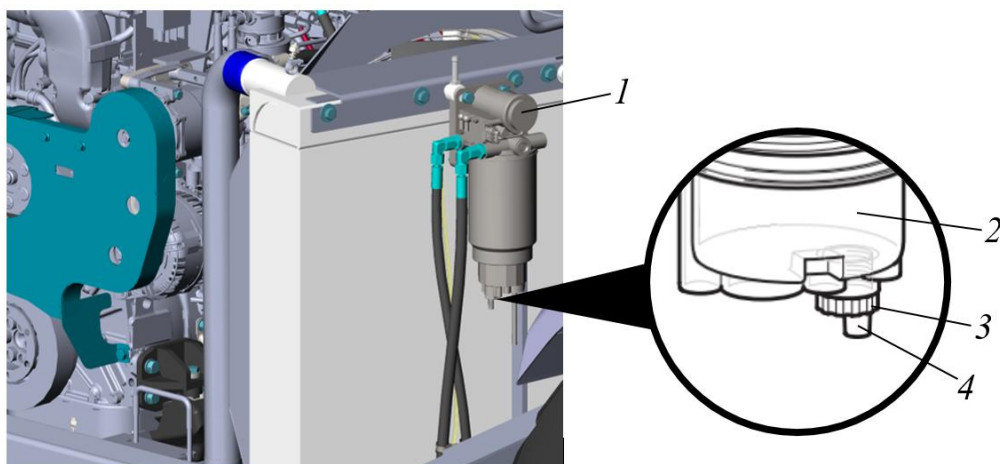

Рисунок 5.20. Фильтр предварительной очистки топлива
- ▶ Разместить подготовленную емкость  под сливным штуцером 4 резьбовой пробки 3, рис. 5.20.
- Включить зажигание (примерно на 3 мин., в этот момент двигатель не пускать). Электрический топливopодкачивающий насос (поз. 1, рис. 5.20) заполнит систему топливом.